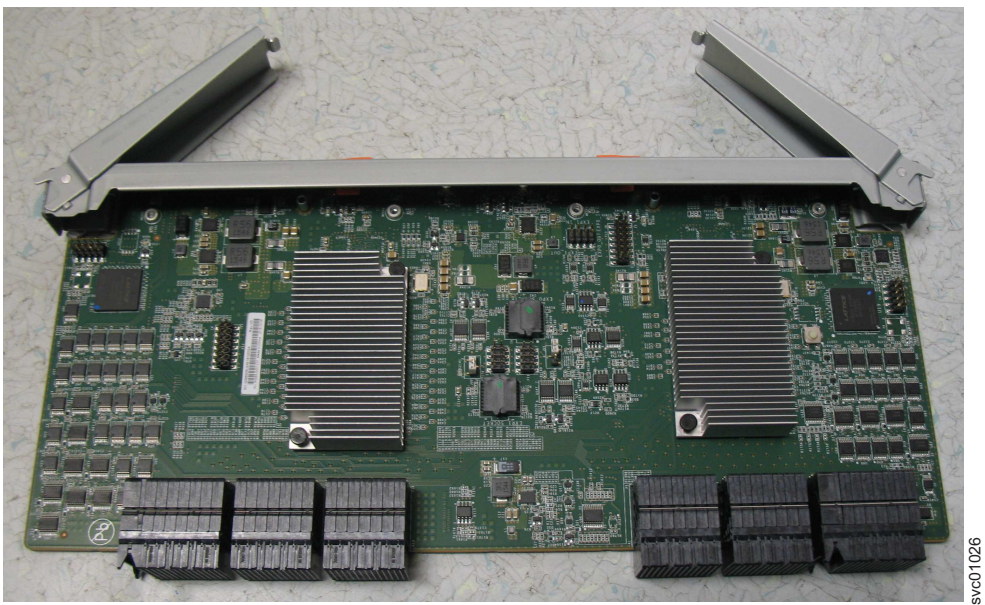

图 88. 打开辅助扩展器模块手柄
3. 将新的辅助扩展器模块上的两个手柄旋转到打开位置，如图 88 中所示。